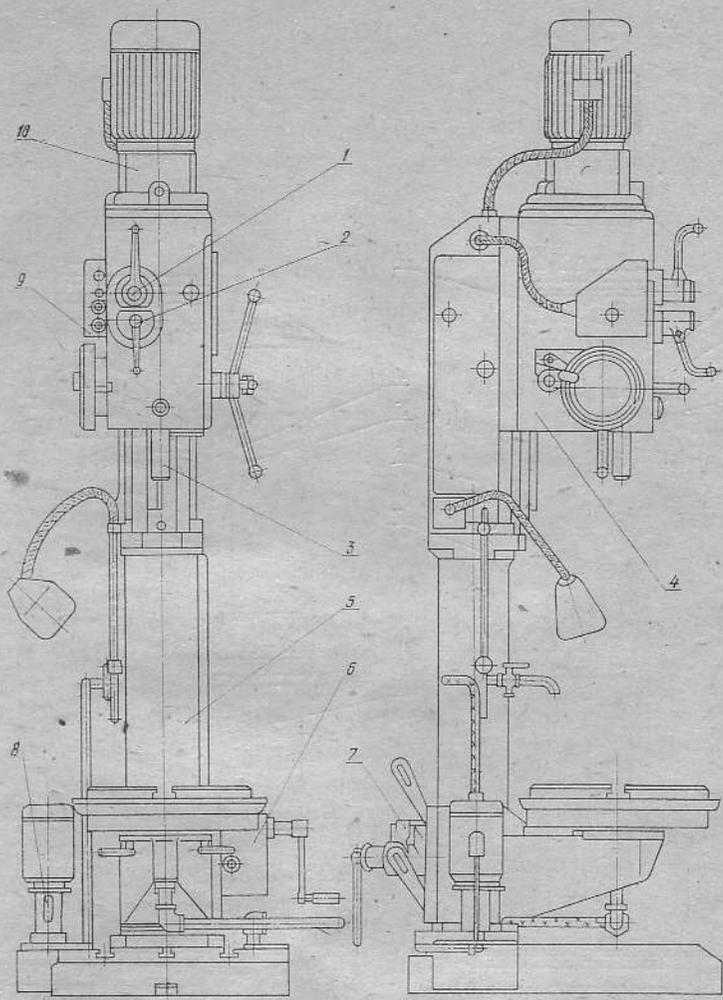

Рис.2. Общий вид с обозначением составных частей станка
1. 2. 1. Общий вид с обозначением составных частей станка приведен на рис. 2.